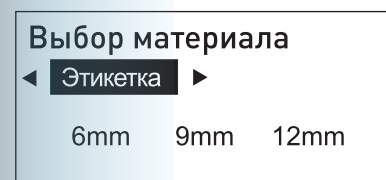

Рисунок 4.2-1
1) После установки кассеты этикеток, запустите устройство и введите параметр материала на дисплее отобразится: (Рис. 4.2-1)